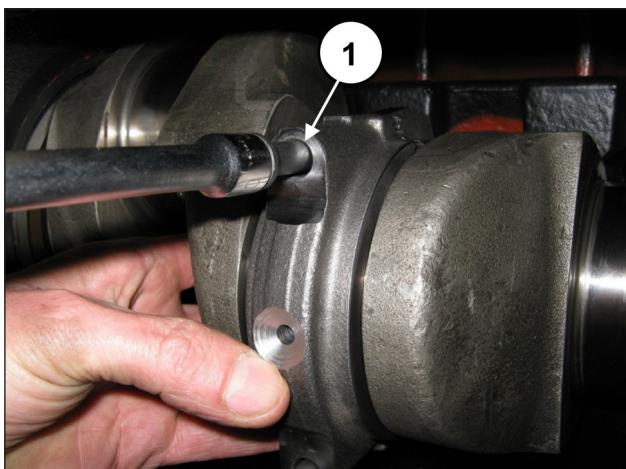

Рис. 68
Прикрепите головки к половинкам шатунов винтами M10x1,5x80 (поз. ①, Рис. 68).